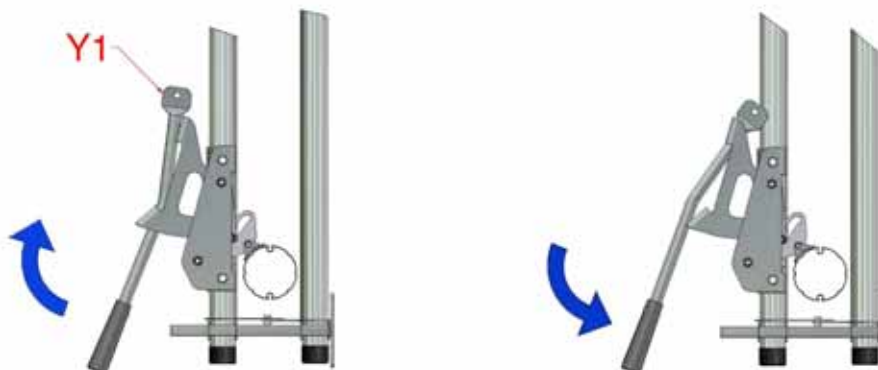

Abbildung 30: Handbetrieb der Sperrklinke
- 8.4 Wenn das Multibay-System über einer Barriere montiert wird, müssen die Sperrklinken von Hand mit Hilfe des Sperrklinkenhebels (Y1) betätigt werden, siehe Abbildung 30.